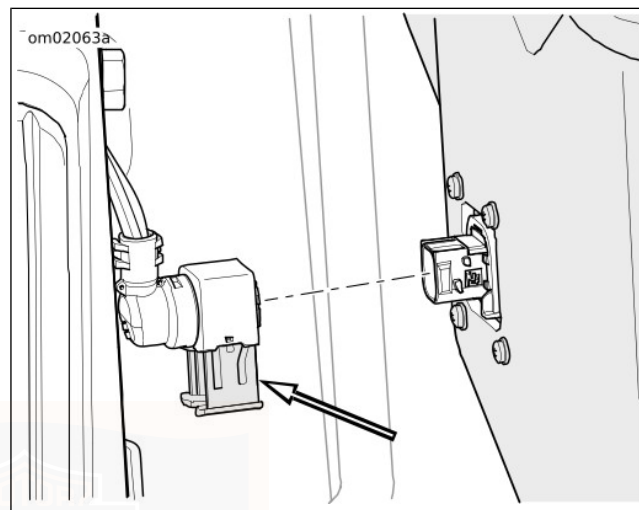

Figure 29. Barre de verrouillage du connecteur droit
- a. **Sacoche droite** : Voir Figure 29. Tirer la barre de verrouillage pour la faire sortir. Séparer le connecteur.
- a. **Sacoche droite** : Voir Figure 29. Installer le connecteur. Enclencher la barre de verrouillage.